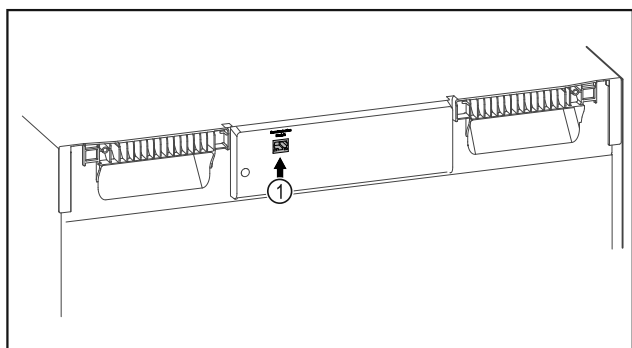

Fig. 88
- Le SmartModule Fig. 88 (1) est en place.